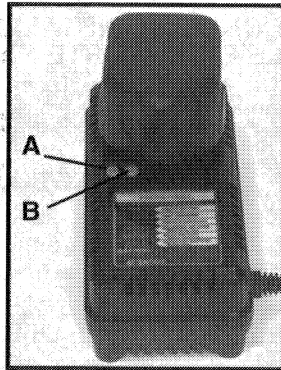

Fig. 5
Assurez vous que le voltage du circuit de puissance est le même que celui indiqué sur la plaquette des spécifications qui est sur le chargeur. Etablissez la connexion entre le chargeur et la prise de courant. Une lumière verte (A) Fig. 5 devrait commencer à clignoter. Ceci indique que le chargeur est prêt à commencer à charger.
Positionnez le bloc porte-piles sur le chargeur en faisant attention à ce que la languette du bloc porte-piles se trouve bien dans l'alignement de la fente du chargeur. Insérez le bloc porte-piles dans le chargeur (voir la Fig. 5). Appuyez légèrement sur le bloc-piles pour l'insérer dans le chargeur.
La lumière verte (A) Fig. 5 devrait maintenant commencer à luire continuellement. Ceci indique que le bloc porte-piles est en train de recevoir une charge rapide (si la lumière verte ne luit pas constamment, ou si la lumière rouge (B) Fig. 5 commence également à clignoter, consulter la section DIAGNOSTIQUE). Après une heure environ, l'indicateur lumineux pour la "Charge Rapide" devrait s'éteindre indiquant ainsi que le bloc porte-piles est entièrement chargé et que le chargeur fonctionne maintenant en "Charge d'appoint". On peut laisser le bloc porte-piles sur le mode "Charge d'appoint" jusqu'à ce que l'on désire en faire usage.
Le chargeur Modèle 8621 est équipé d'un système diagnostique qui vérifie automatiquement la batterie chaque fois qu'un bloc porte-piles est inséré dans le chargeur. S'il ne détecte aucun problème, le chargeur passera automatiquement sur le mode d'opération "Charge Rapide" tel que celui-ci est décrit dans la section CHARGEMENT NORMAL. Si un problème est détecté, celui-ci sera indiqué par les indicateurs lumineux du chargeur (voir Fig. 5) de la manière suivante: